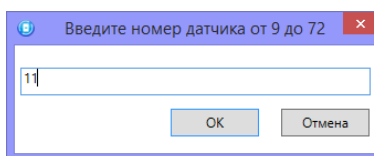

Рисунок 4.35 — Ввод номера радиоустройства
2. В открывшемся окне укажите номер радиоустройства из числа еще не занятых в нумерации ШС и радиоустройств (в указанном диапазоне) и нажмите кнопку *OK* (см. рисунок 4.35).